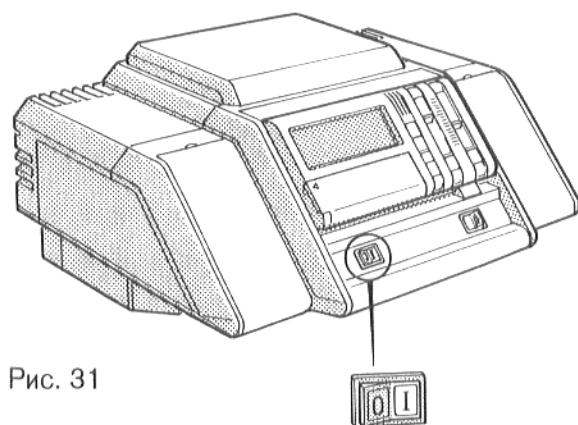

Рис. 31
- Установить переключатель (рис. 31) на I (ВКЛ.).